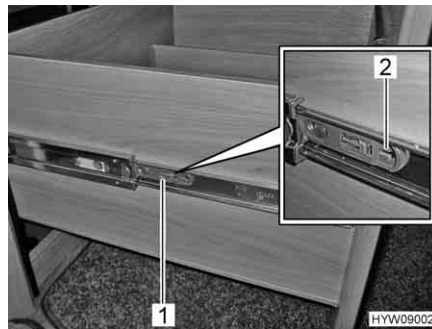

Fig. 123 Cassetto del piano di lavoro
- Tirare la linguetta (Fig. 123,1) su entrambi i lati del cassetto del piano di lavoro nella direzione della freccia (Fig. 123,2). Il cassetto del piano di lavoro può essere estratto tramite l'arresto.